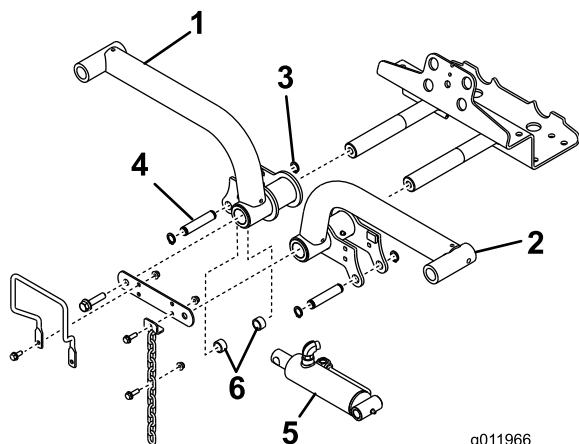

Figure 15
4. Insérez les bras de levage sur les axes de pivot (Figure 15), et fixez chacun d'eux avec une biellette et les boulons retirés précédemment.
6. Fixez l'extrémité droite du vérin de levage au bras de levage droit avec une goupille et 2 entretoises (Figure 15). Fixez l'ensemble avec une bague de retenue.